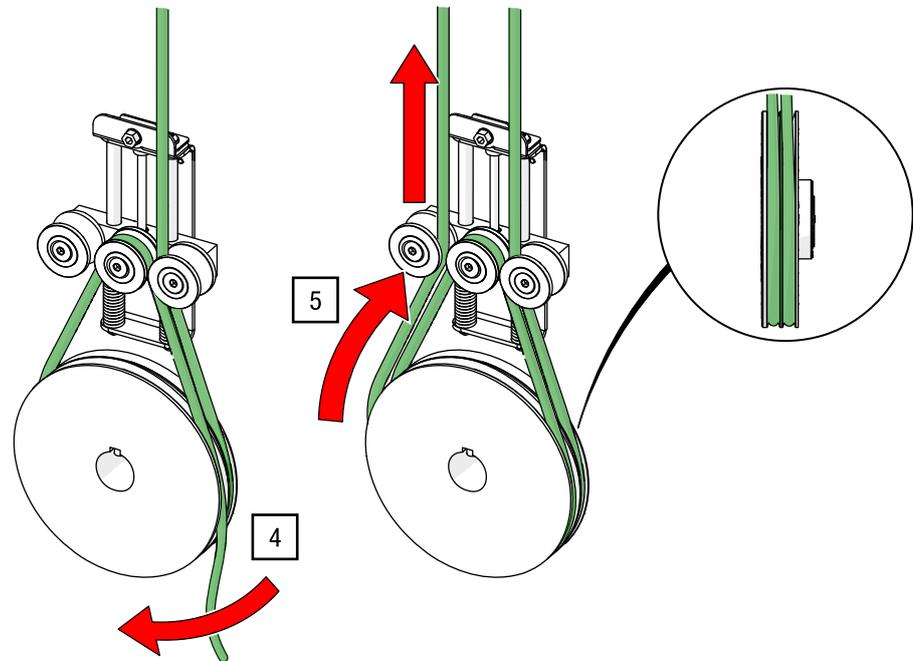

Abb. 126: Seil um äußere Rille der Treibscheibe legen
4. Leiten Sie das Zugseil über die äußere Rille der Treibscheibe nach oben (siehe Abb. 126).
5. Leiten Sie das Zugseil folgend über die linke Führungsrolle der Spanneinheit nach oben und über die Ableitrolle zurück in den Schienenverlauf und befestigen Sie es an Ihrem Zugwagen (siehe Abb. 126).